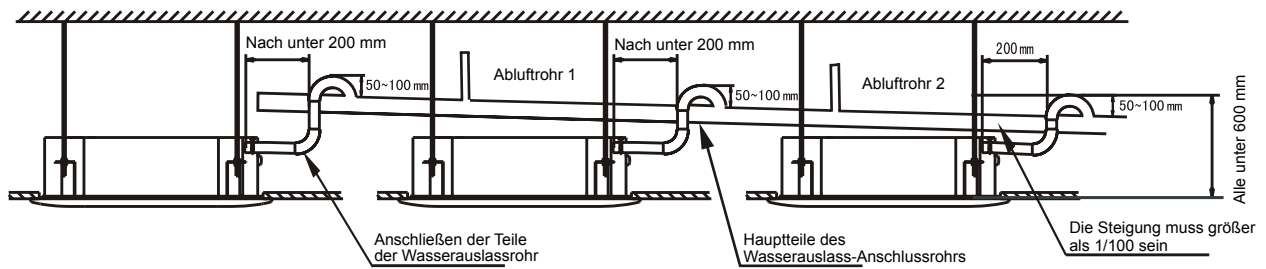

Abbildung 4.2 Abflussrohre von mehreren Einheiten sind über die Hauptkanalisation mit dem Abwasserkanal verbunden.
- 8) Wenn der Auslass der Ablaufleitung höher liegt als der Pumpenanschlussstutzen des Hauptkörpers, sollte die Ablaufleitung so senkrecht wie möglich nach oben geführt werden. Der Wasserauslass der Anschlussleitung hat die Funktion, sich vertikal zu biegen, und das Ablaufrohr muss innerhalb von 600 mm von der Wasserwanne platziert werden. Andernfalls kommt es bei einem Stopp zu einem Überlauf, wenn sich zu viel Wasser zurückstaut. (Siehe Abb. 4.2)